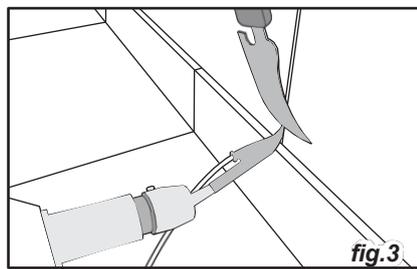

fig.3
- No final da junta, utilize uma faca para cortar qualquer excesso de massa, mas mantenha a pressão na extremidade da junta durante cerca de 15 segundos (fig.3).
- Espalhar a junta de silicone com a ponta de um dedo (fig.3).